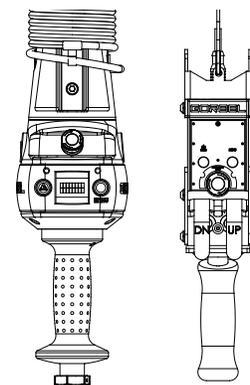

Figura 3. Impugnatura scorrevole in linea e Impugnatura pendente.
3) **Impugnatura (figura 3):** L'impugnatura rappresenta il principale collegamento fra l'operatore e il dispositivo di sollevamento. **Consultare le sezioni Meccanismo di sollevamento (pag.21) e Caratteristiche dell'interfaccia comandi (pag.24) per conoscere le ulteriori funzionalità dell'impugnatura.** L'impugnatura scorrevole Gorbel® può adattarsi al gancio di carico o alla strumentazione Gorbel® (fornite da terzi). La strumentazione deve rispettare le linee guida previste dalla Gorbel, Inc. (**vedi Linee guida per la strumentazione integrativa a pagina 3**). Un'integrazione impropria delle strumentazioni comprometterà la qualità delle prestazioni e causerà avaria prematura al G-Force®.